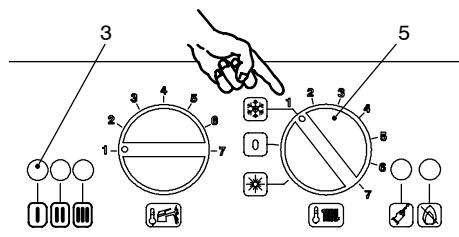

fig. 2.2
- 2 Alimentate elettricamente la caldaia azionando l'interruttore bipolare previsto nella installazione; la lampada di segnalazione 3 in fig. 2.2 fa un breve lampeggio circa ogni 4 secondi.
- 3 Ruotate il selettore 5 come in fig. 2.2; la lampada di segnalazione 3 lampeggia ad intermittenza circa ogni secondo.